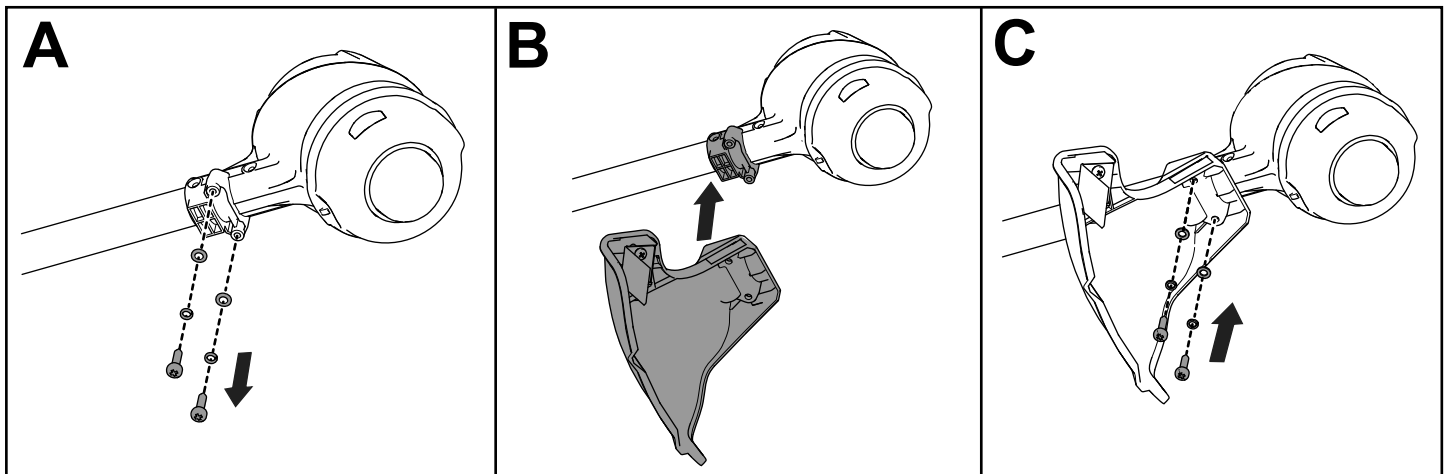

Figura 5
1. Usando un destornillador Phillips, retire los 2 tornillos, las 2 arandelas y los 2 espaciadores de la base de la desbrozadora (Figura 5, A).
2. Alinee el protector con la base de la desbrozadora (Figura 5, B).